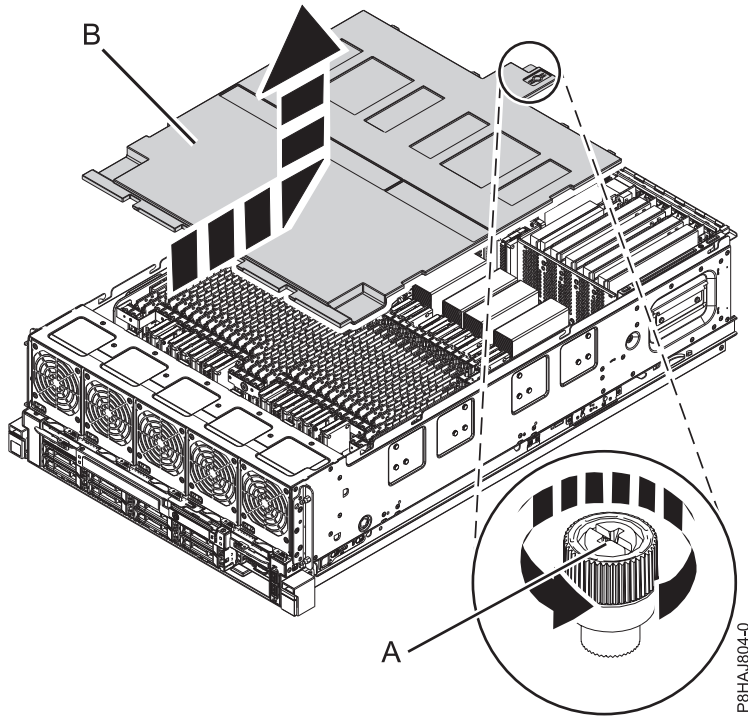

Figura 40. Extracción de la cubierta de seguridad
2. Afloje el tornillo de mano (A) situado en la parte posterior de la cubierta, girándolo en la dirección que se muestra en la Figura 40 en la página 60.
3. Deslice la cubierta de seguridad (B) hacia la parte posterior del sistema. Cuando la parte frontal de la cubierta se haya separado del reborde superior del chasis, levante la cubierta hacia arriba y fuera del sistema.